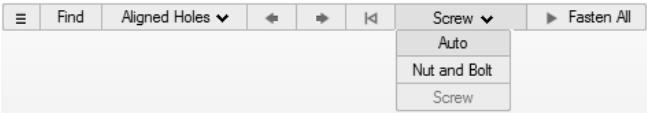

图 11-15
1) 在操作栏上单击螺栓并选择自动，如图 11-15 所示。